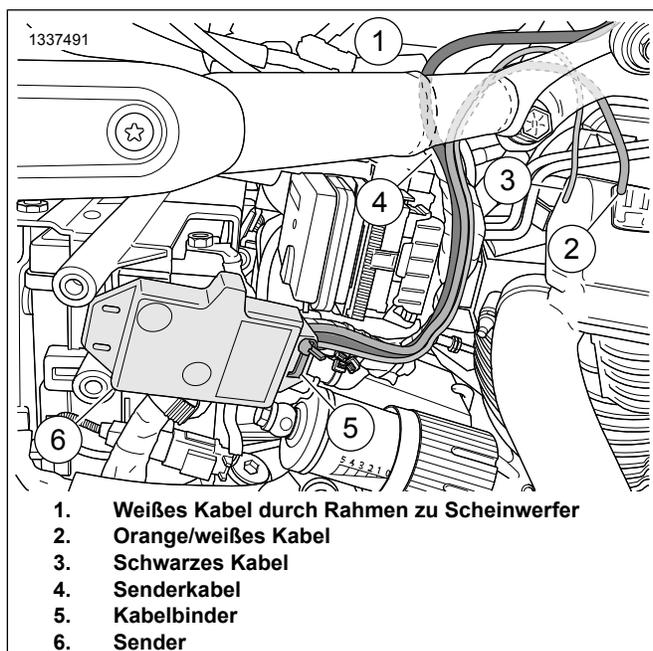

Abbildung 9. Senderbefestigung und Kabelverlegung (Softtail ab 2018)
2. Siehe Abbildung 9. **Am Sender:** Das orange/weiße Kabel (2) auf gleiche Länge wie schwarzes Kabel (3) zuschneiden. Abgeschnittenes orange/weißes Kabel aus Ummantelung entfernen.
- a. Sender (6) vor dem Hauptkabelbaum platzieren, mit Befestigung in nahezu horizontaler Position. Die aus dem Gehäuse austretenden Kabel sollten oben sein und nach innen zu den Fahrzeugkomponenten verlegt werden.
- b. Kabelbinder (5) an vorderem Schlitz des Sendergehäuses anbringen.
- d. Kabelbinder (5) festziehen.
4. Die Senderkabel (4) hinter die Kabel des Hauptkabelbaums führen. Den Kabeln des Hauptkabelbaums um das ABS/HCU-Modul und unter die Vorderseite des Sitzes folgen.